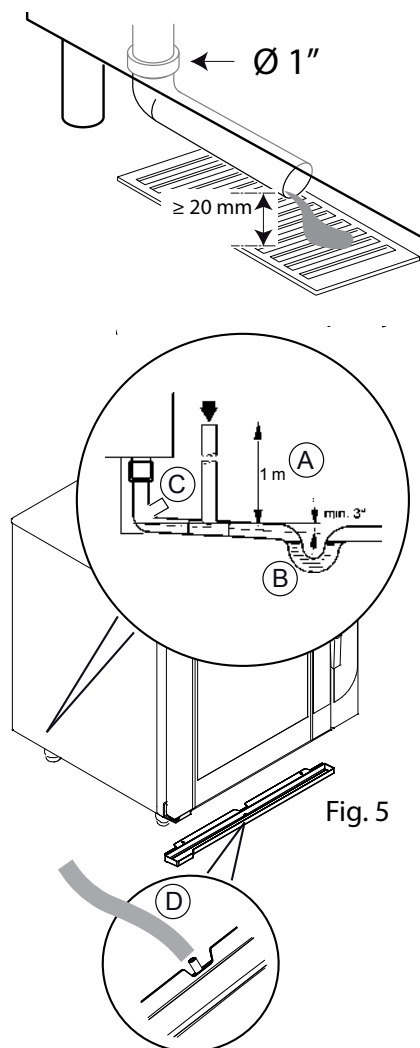

Fig. 5
2. Controleer de correcte helling van de inrichting voor insluiting en afvoer van grijs water. De inrichting moet het grijze water gemakkelijk naar de afvoer van het riool laten stromen. HET IS verplicht om tussen de afvoer van het water van de oven en de sifon een open ontluchtingsbuis te plaatsen (afb. 5/A) van ongeveer 1 meter hoog of een type afvoer genaamd "zwanenhals", ter bevordering van de afvoer van het water.
4. Controleer of de verbinding met de meegeleverde buis (afb. 5/D) tussen de afvoer van de lade-deur en waterafvoer (afb. 5/C) correct is uitgevoerd.